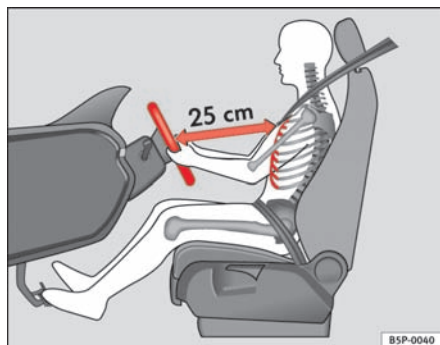

Fig. 1 Den rigtige afstand mellem fører og rat
- Indstil rattet, så afstanden mellem rattet og førerens brystkasse er mindst 25 cm ⇒ **fig. 1.**
- Indstil førersædet, så der mindst er 25 cm mellem brystkassen og rattets midte ⇒ side 9, fig. 1. Hvis du sidder tættere på end 25 cm, beskytter airbagsystemet ikke optimalt.